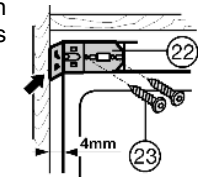

Fig. 11
- Fixer l'équerre de fixation Fig. 11 (22) avec les vis Fig. 11 (23).